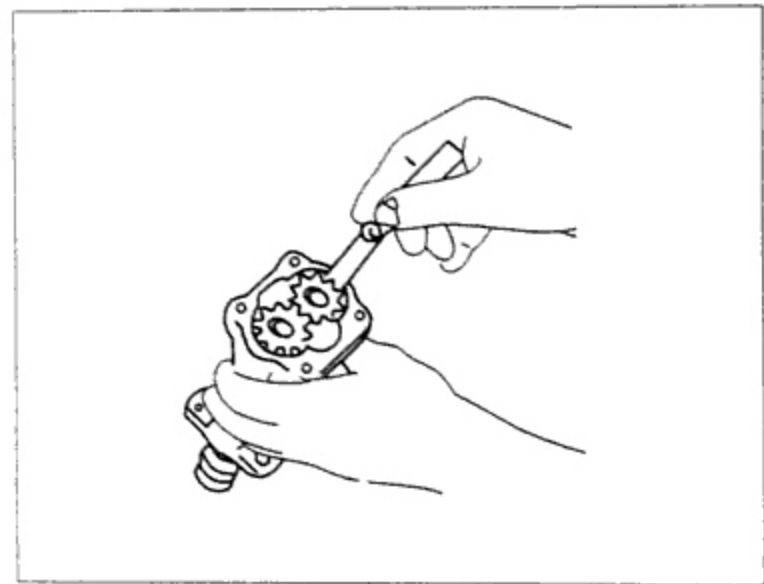

图 6-3-5 测量齿轮上齿与壳体内壁之间的间隙
(1) 用塞尺测量齿轮上齿与壳体内壁之间的间隙,见图 6-3-5。
(2) 如果齿轮上齿与壳体内壁之间的间隙超过规定极限值,齿轮或壳体任何一个必须更换。